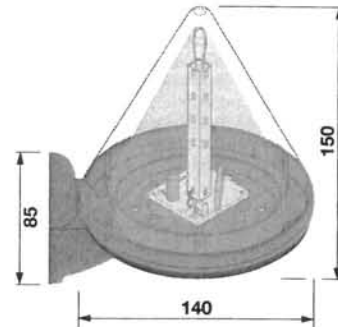

Fig. 1
The timer controlled warning light **LACOLED**, with electrical tension selection **24Vac/dc - 230Vac** on the terminal board and incorporated aerial, represents a valid visual warning system indicating that the gate/barrier etc. is in movement. Suitable for fitting to all types of system, its compact dimensions (see fig.1) and simplicity of installation makes it ideal for residential systems. The printed circuit is housed in a watertight container (protection grade IP54), fitted with a fast-fitting base for both wall and column mounted installations.
- Choose the definite position depending on the system requirements and make sure that the lights are visible from both the entry and exit directions fig. 1.
Le clignoteur temporisé **LACOLED**, avec sélection de la tension électrique **24Vac/dc** ou **230Vac** sur le bornier et antenne intégrée, est un organe efficace de signalisation optique des manœuvres en cours. Son application est possible sur tout type d'installation; la facilité de montage et ses dimensions réduites (voir figure 1) en font un avertisseur idéal pour des installations à usage domestique. Le circuit est logé dans un boîtier étanche (Indice de protection IP54), muni d'une base à fixation rapide pour une installation murale ou sur pilier.
- Choisir l'endroit de fixation en fonction de la particularité de l'installation en contrôlant la bonne visibilité de la signalisation en entrée et en sortie, voir fig. 1.
El relampagueador temporizado **LACOLED**, con selección de la tensión eléctrica **24Vac/dc** y **230Vac** en la placa de bornes y antena incorporada, es un válido sistema visual para indicar una maniobra en curso de actuación. Apta para la aplicación en todos los tipos de instalaciones; su fácil instalación y sus dimensiones reducidas (fig.1) hacen que sea la lámpara intermitente ideal para las instalaciones residenciales.
- Determinar el punto de fijación a base de las exigencias de instalación, comprobando que haya una buena visibilidad de la señal, tanto a la entrada como a la salida, ver fig. 1.
Das Zeitgetaktete Blinkleuchte **LACOLED**, mit Auswahl der elektrischen Spannung **24Vac-dc** und **230Vac** über Klemmenleiste und integrierte Antenne, stellt ein leistungsfähiges, optisches Signalsystem von Betätigungen dar. Es ist zur Anwendung auf jedem Anlagentyp geeignet; die einfache Installation und die geringen Abmessungen (siehe Abb. 1) machen es zum idealen Leuchtmelder bei Wohnanlagen. Der Schaltkreis ist in einem wasserdichten Gehäuse untergebracht (Schutzgrad IP 54). Die Gehäusebasis ermöglicht eine schnelle Anbringung bei Installationen an Pfeilern und Wänden.
- Wählen Sie die Anbringungsstelle gemäß den Anforderungen der Anlage, wobei Sie überprüfen sollten, dass die gute Sichtbarkeit des Leuchtmelders sowohl bei der Einfahrt als auch bei der Ausfahrt gewährleistet ist, siehe **Abb. 1**.